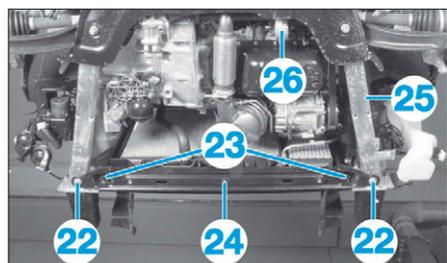

FIG. 104
- les vis (22) et (23) (Fig.104),
- la traverse inférieure (24),
- les allonges de berceau avant (25),
- la biellette anticouple (26).